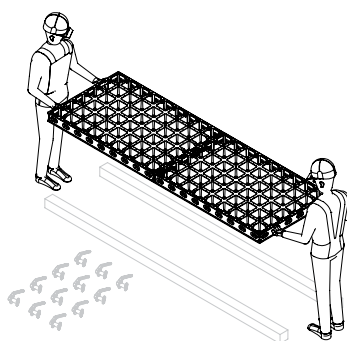

Fig. B1.12
3. Accostare la seconda coppia di pannelli e unire le due coppie lungo il giunto lungo con il connettore DUO (20). (Fig. B1.12 + B1.13)